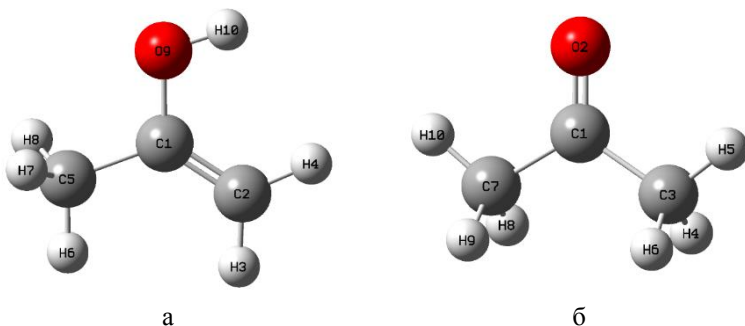

Рис. 9.1. Оптимизированные структуры 2-пропенола (a) и ацетона (б)
3. Откройте одновременно в программе *GaussView* обе оптимизированные структуры. Отобразите порядковые номера атомов (команда *View/Labels*). Как видно на рис. 9.1, нумерация атомов в структурах не совпадает. Используя команды